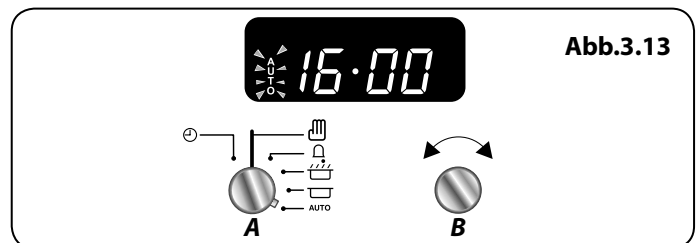

Abb.3.13
6. Sobald das Programm den Ofen startet, erscheint das Kochsymbol auf dem Display. Wenn die vorgegebene Zeit abgelaufen ist, ertönt ein Signalton und der Multifunktionsherd schaltet sich ab. Das Kochsymbol auf dem Display verschwindet und die „**AUTO**“-Anzeige blinkt (**Abb.3.13**).